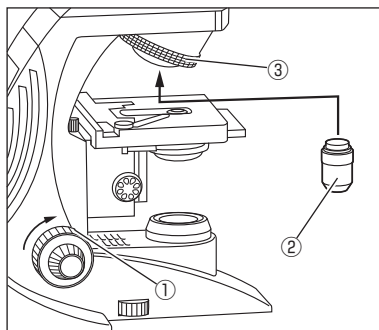

図6
1. 粗動ハンドル①を調整してステージを最低の位置にします。(図6)
2. レボルバーに対物レンズを4×から100×まで時計回りに取り付けます。(図6)